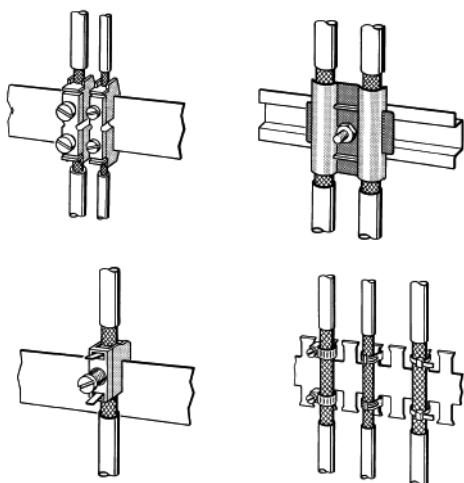

Fig. 6: Fixation des câbles blindés à l'aide de serre-câbles et de colliers de serrage (représentation schématique)
- Les serre-câbles doivent entourer généralement le blindage et garantir un bon contact (voir Fig. 6).